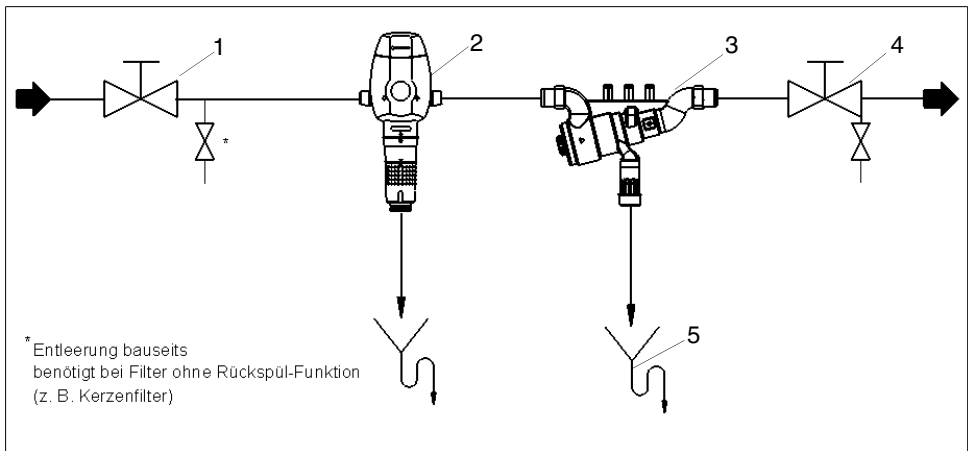

Abb. 2: Installation der kompletten Sicherheitseinrichtung nach DIN EN 1717
eingebaut werden (siehe Abb. 2).
- Nach der eingangsseitigen Absperrarmatur muss bauseitig ein Entleerungsventil installiert werden, sofern ein Trinkwasserfilter ohne Rückspül-Funktion installiert ist (siehe Abb. 2).